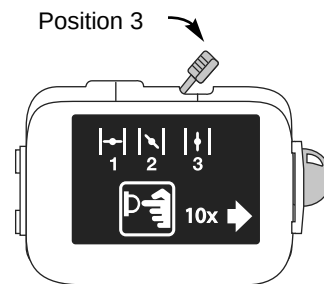

Fig. 10
10. Mettez le levier d'  trangleur en Position 3 (Fig. 10). La machine est pr  te   tre utilis  e.